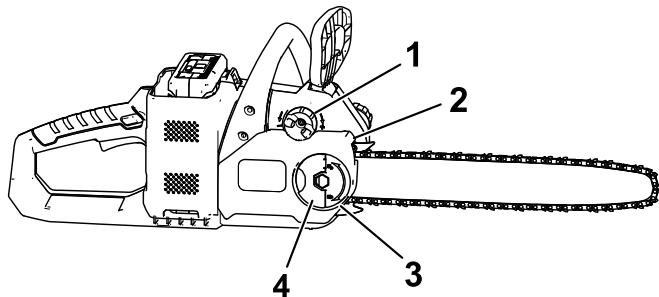

Figura 29
2. Abra la pestaña de la tuerca de mariposa y aflójela, pero no retire la tuerca de mariposa de la cubierta (Figura 29).
5. Apriete la tuerca de mariposa hasta que esté ajustada y cierre la pestaña (Figura 29).
2. Abra la pestaña de la tuerca de mariposa, y retire la tuerca de mariposa que sujeta la cubierta (Figura 29).
3. Afloje la cadena girando el tornillo de apriete de la cadena en sentido antihorario (Figura 29).